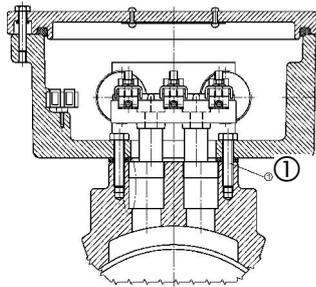

Figura 5: Caixa de bornes com parafuso de fixação ①
Abra a caixa desapertando os parafusos da tampa (Figura 5) ou, na variante com pino roscado (Figura 6), desenroscando este e abrindo a tampa roscada. Após a ligação à rede, volte a fechar a caixa de bornes da mesma forma.
- desaperte os quatro parafusos de fixação (→ Figura 5) ou